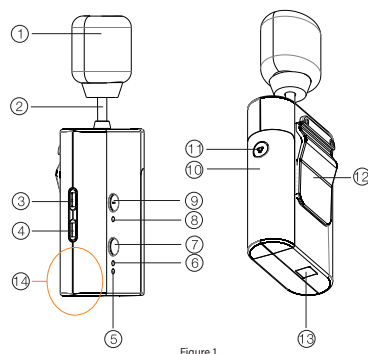

Figure 1
- 静音指示灯 (红灯, 见图1第8项) ---闪亮, 表示无线话筒处于静音状态。
- 电源指示灯 (绿灯, 见图1第5项) ---长亮, 无线话筒已开启, 电池电量充足。
- 对频指示灯 (蓝灯, 见图1第6项) ---闪亮, 表示正在对频中。